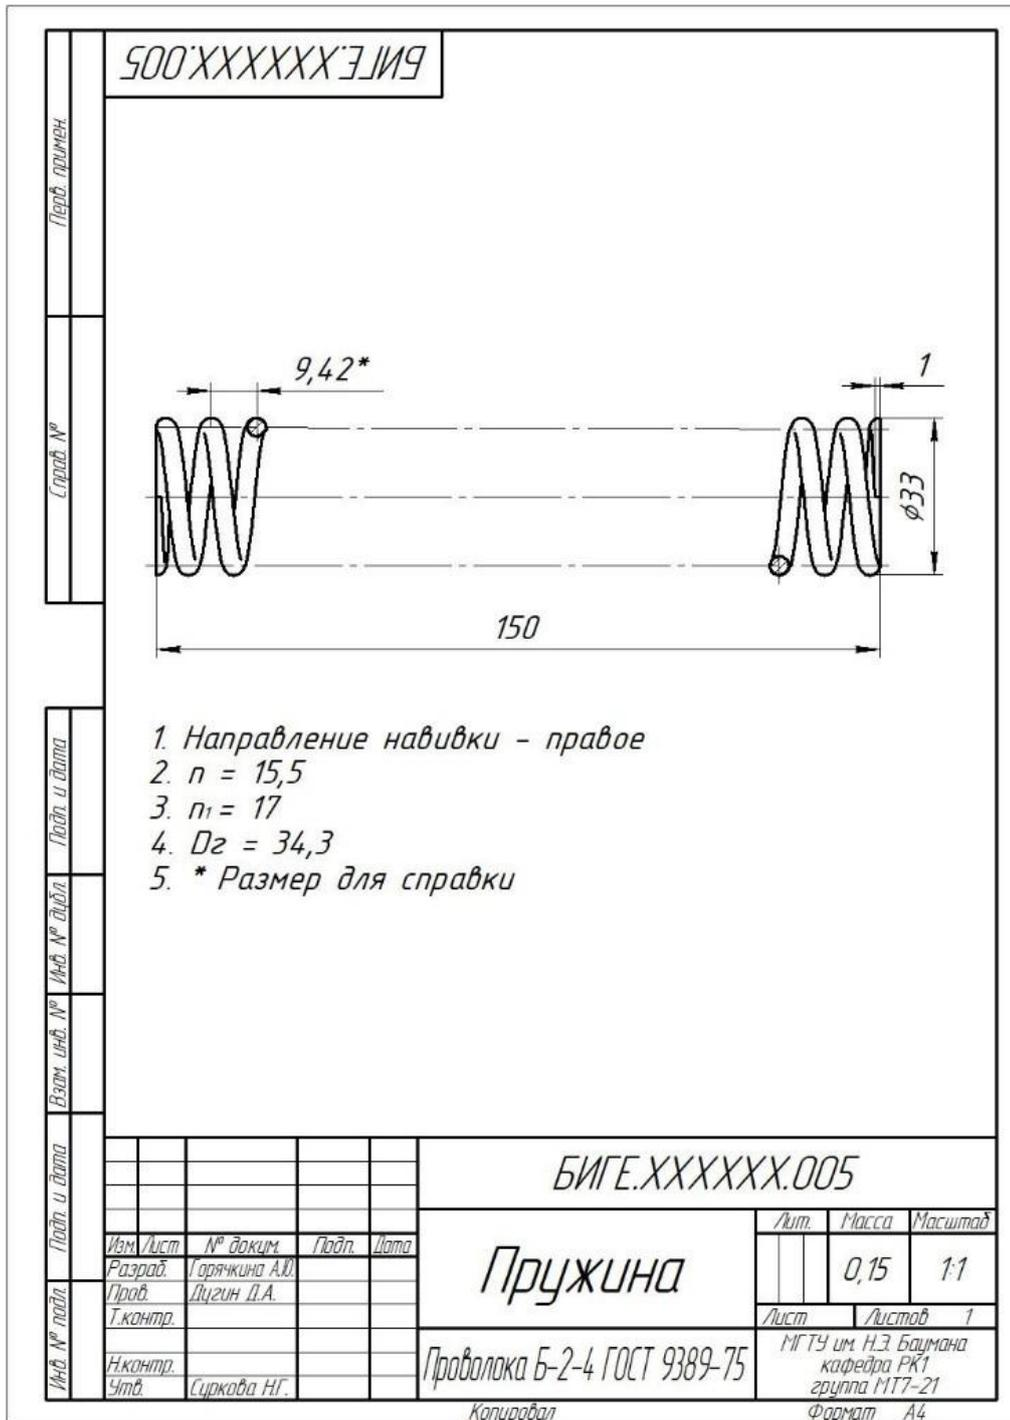

Рис. 8 Чертеж детали «Пружина»
Для чертежа детали «Пружина» (рис. 8):
- Создать конструкторскую документацию на изделие (рис. 8).